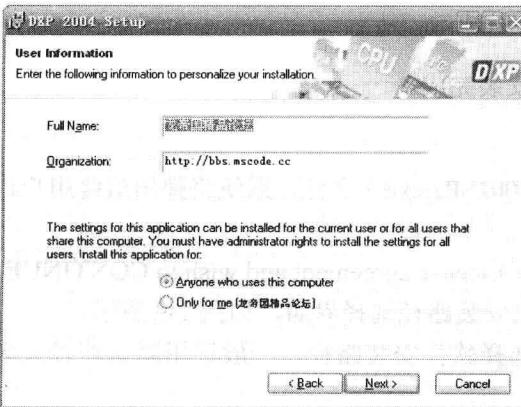
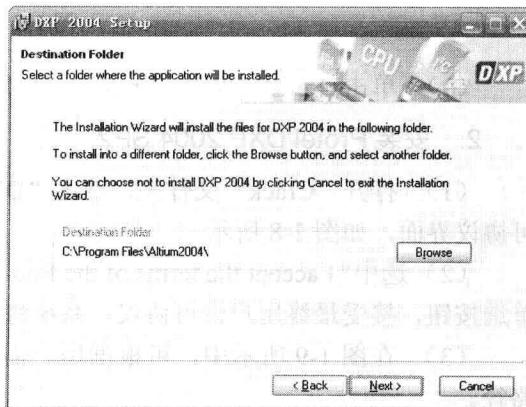

图 1-3 用户信息窗口
图 1-4 指定安装位置
(3) 选中“*I accept the license agreement*”单选按钮，单击【NEXT】按钮，系统将会弹出用户信息窗口，如图 1-3 所示。
(4) 在用户信息窗口中，填写用户名“Full Name”和组织名称“Organization”，并选择用户类型，默认用户为本地所有用户“Anyone who uses this computer”。如果不让其他用户使用，可以选择单一用户“Only for me”，这里选用默认用户。
(5) 单击【Next】按钮，进入安装路径选择窗口，如图 1-4 所示。一般选用默认安装路径。